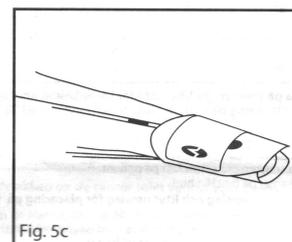

Fig. 5c
3. Siehe Abb. 5c. Ziehen Sie jetzt die Schutzfolie ganz vom Klebestreifen ab, und wickeln Sie den Klebestreifen nicht zu fest um den Finger, damit die Durchblutung an der Applikationsstelle nicht beeinträchtigt wird. Achten Sie dabei darauf, dass das Photodetektor-Fenster und das Sender-Fenster weiterhin direkt gegenüber liegen.